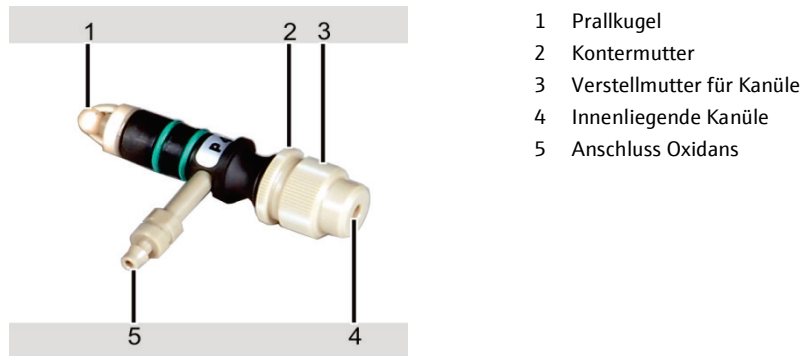

Bild 66 Einzelteile des Zerstäubers
- Kontermutter (2 in Bild 66) lösen.
- Kanüle mit Verstellmutter (3 in Bild 66) in der Tiefe verstellen.
9. Nach Abschluss des Justiervorgangs Einstellung mit Kontermutter (2 in Bild 66) sichern.